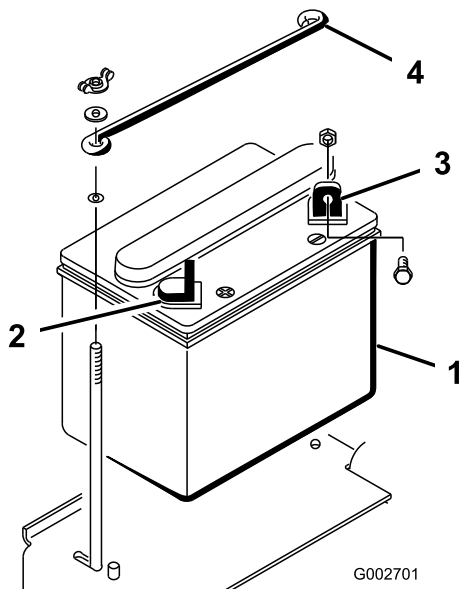

Bild 3
Nehmen Sie die zwei (2) Flügelmutter und die Scheibe ab, mit denen die obere Batteriebefestigungsplatte an den seitlichen Batteriebefestigungsplatten befestigt ist (Bild 3). Nehmen Sie die obere Batteriebefestigungsplatte ab. Nehmen Sie dann die Batterie heraus.